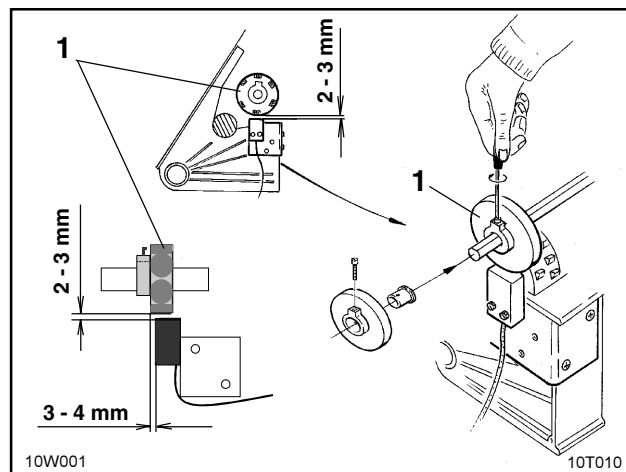

Fig. 10.4
- ☐ Magnethalter (Fig. 10.4/1) mit 6 Magneten auf der Vorgelegewelle befestigen.